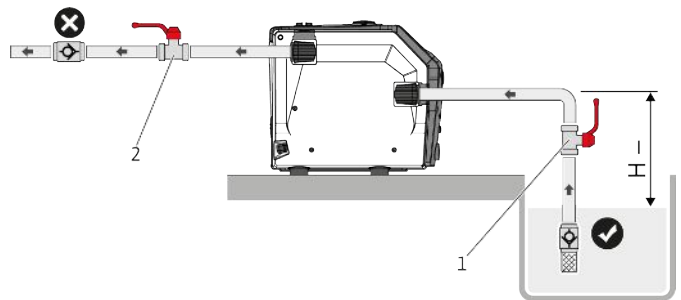
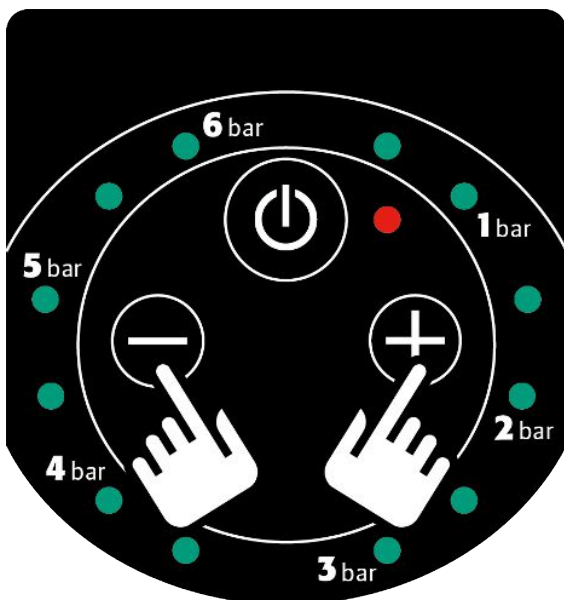

Fig. 7: Sugemodus
Fig. 10: Betjeningsstast + og -
1. Trykk betjeningsknappene «+» og «-» samtidig i 5 sekunder (Fig. 10) hvis produktet er installert i sugedrift (Fig. 7).
1. Lukk stengeventilen (Fig. 7 – Pos. 1, 2) på suge- og trykksiden.